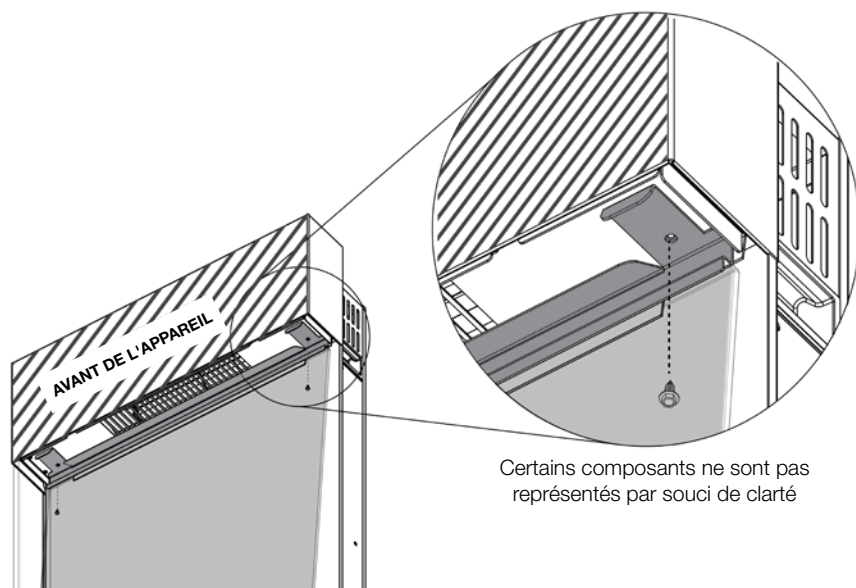

Fig. 1
1. Retirer le support de retenue en dévissant les 2 vis (**Fig. 1 et 2**). Mettre les vis de côté. Gardez le support à portée de main pour l'étape 2.